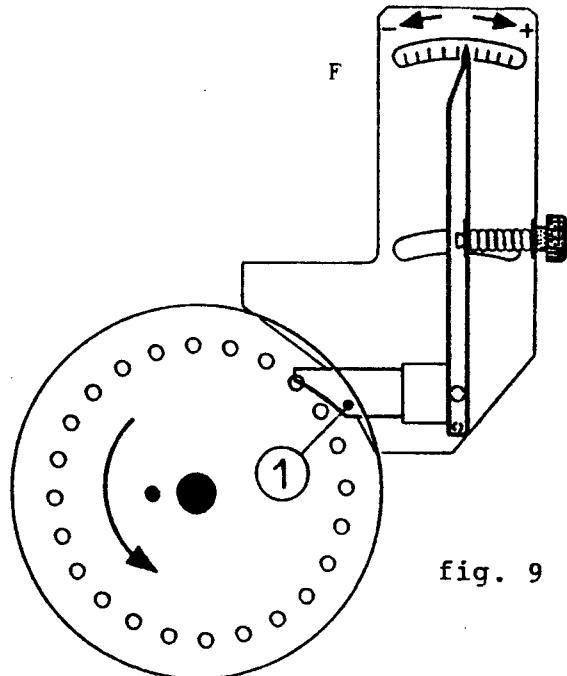

fig. 9
El selector (F) (Fig. 8) lleva un índice móvil con una escala graduada. Moviendo el índice se manda un cursor que roza el disco cerca de los agujeros, provocando la caída de las semillas aspiradas en exceso. El selector se regula a cada cambio de semillas y disco, hacia los números bajos (-) para semillas pequeñas y viceversa (+) para semillas grandes (Fig. 9).